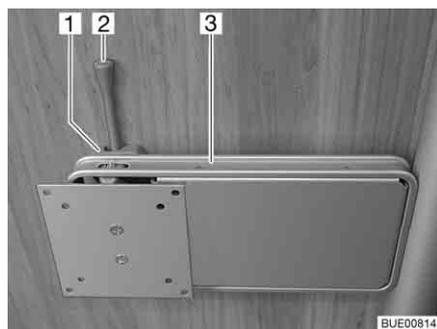

Bild 65 Halterung an Säule
- Den Entriegelungshebel (Bild 65,2) zur Seite drücken und die Halterung (Bild 65,3) mit dem Flachbildschirm in die gewünschte Position drehen.
- Flachbildschirm zurückdrehen, bis die Halterung (Bild 65,3) in die Verriegelung (Bild 65,1) einrastet.